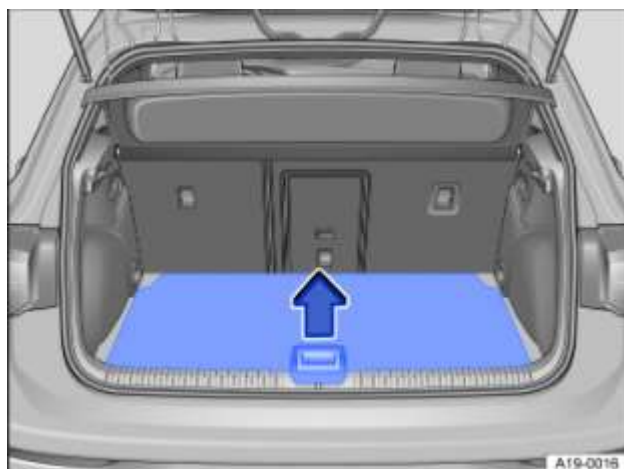
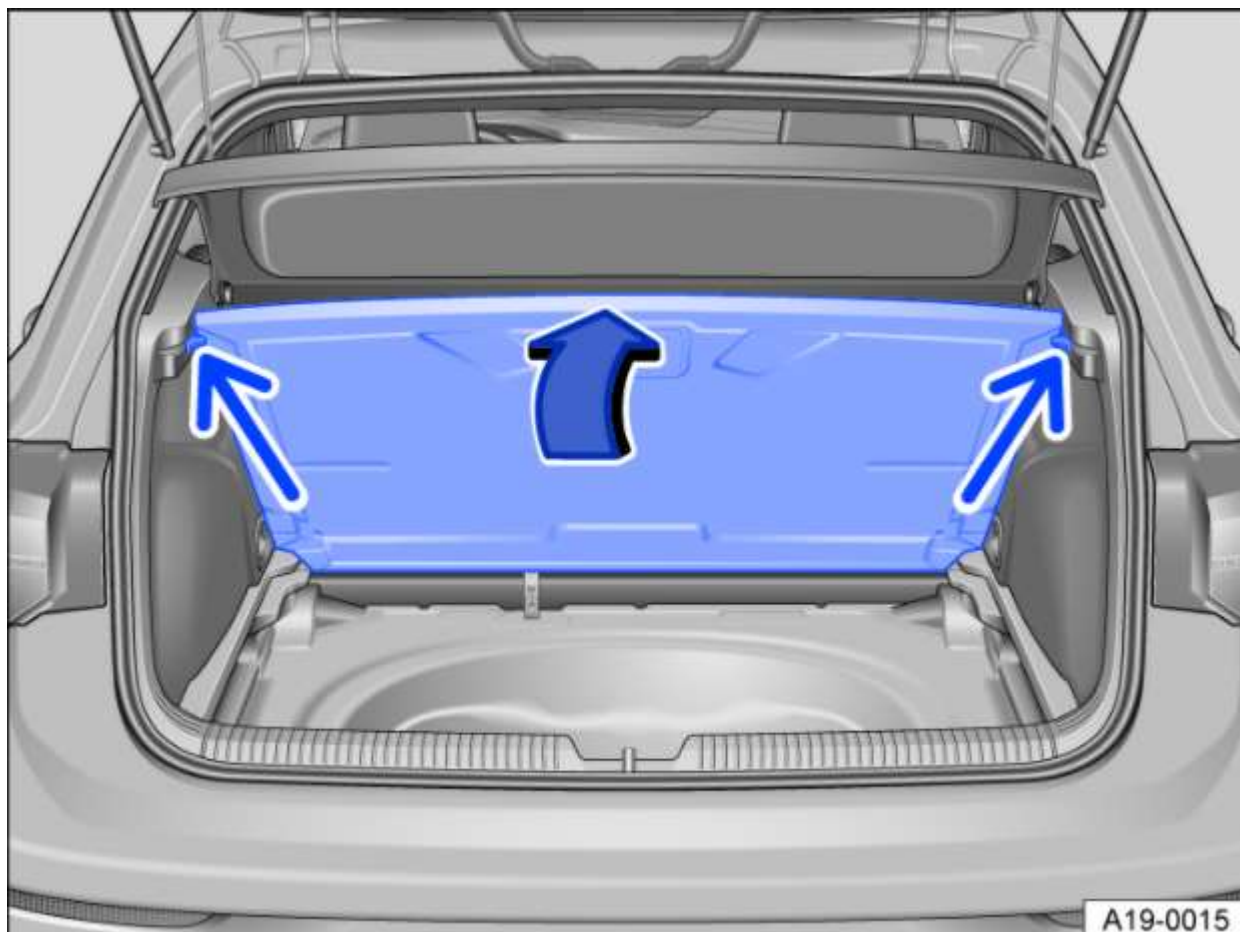

Fig. 145 Dans le coffre à bagages : soulèvement du plancher modulable de coffre à bagages
Fig. 146 Dans le coffre à bagages : plancher modulable de coffre à bagages relevé
- Pour *ouvrir* le plancher de coffre à bagages, saisissez la poignée du plancher de coffre à bagages → Fig. 145 puis relevez le plancher de coffre à bagages jusqu'à ce qu'il soit maintenu par les crantages latéraux (flèches) → Fig. 146.